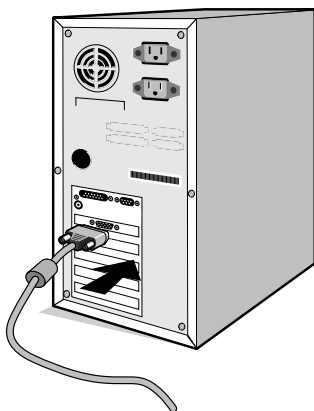

Figure A.1
2. **Pour un PC** : Branchez le mini-connecteur D-SUB à 15 broches du câble vidéo sur le connecteur de la carte vidéo de votre ordinateur (**Figure A.1**).